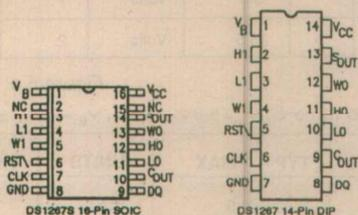

Figure 1
Figure 1, on peut constater que le DS 1267 est disponible en deux boîtiers et trois versions, lesquelles se distinguent par les extensions 10.50 ou 100, qui correspondent en clair aux trois valeurs en kOhm proposées par le constructeur. Comme le nombre de pas est constant (256), on obtient donc trois résolutions allant de 39 à 390 Ohm, et ce avec une bande passante variant entre 250 KHZ et 40 KHZ (- 3 dB).